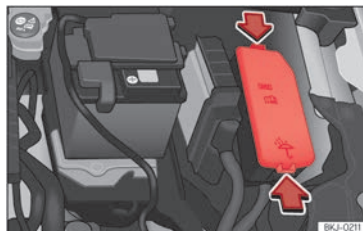

Abb. 161 Im Motorraum: Abdeckung des Sicherungskastens.
- Verriegelungstasten drücken, um die Abdeckung des Sicherungskastens »» » **(Abb. 161)** zu entriegeln.